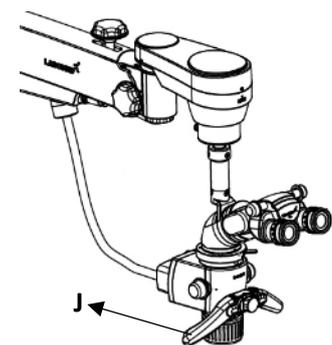

Abb. 46
2. Die Feinfokussierung erfolgt über den Feinfokusring des CMO (E).
3. Die absolute Zentrierung des fokussierten Bereichs im Sichtfeld kann mit manuellen Griffen (J) erfolgen. Siehe Abb. 46